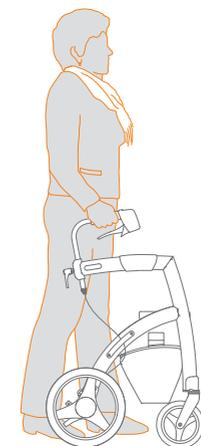

Figura 18: Camina erguido, siempre cerca de tu andador.
- Mientras camina, siéntese entre las empuñaduras y, si es necesario, apóyese en el Rollz Motion. De esta manera, se camina lo más cerca posible del rodillo, que es el que más apoyo proporciona (**Figura 18**).